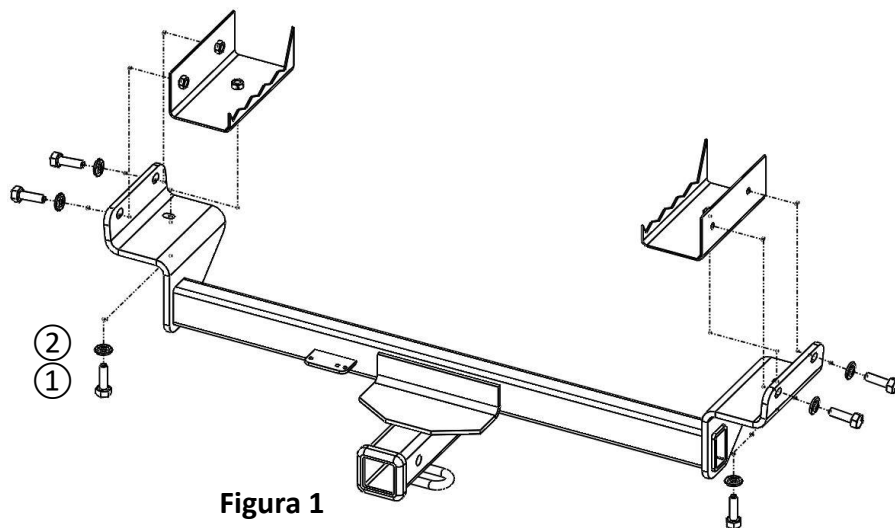

Figura 1
- 2. Instalar el enganche:** Levantar el enganche a su posición e instalar sin apretar (3) pernos M10 ① y (3) arandelas cónicas ②, ambos lados, ver la **Figura 1**.